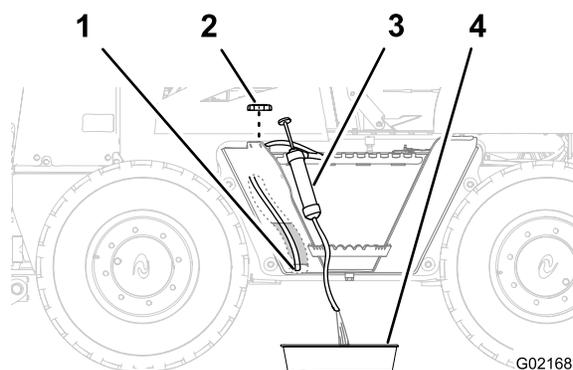

Figura 54
1. Retire el tapón del depósito de combustible (Figura 54).
2. Pase la manguera de entrada del sifón por el cuello de llenado del depósito de combustible y hasta el fondo del depósito (Figura 54).
3. Dirija la manguera de salida del sifón hacia un recipiente de vaciado (Figura 54).
6. Instale el tapón del depósito de combustible en el cuello de llenado del depósito de combustible (Figura 54).